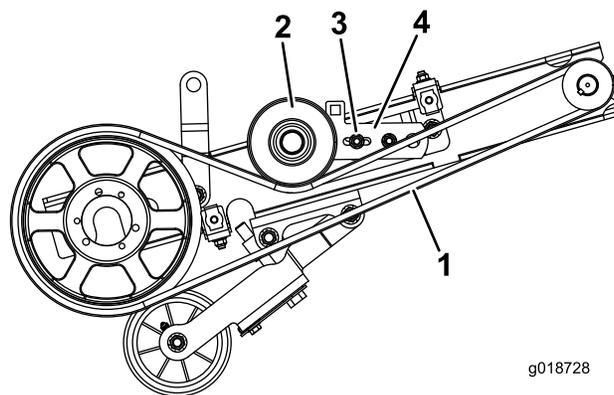

図 24
1. アイドラプーリのブラケットをテンション調整ブラケットに固定しているナットとボルトブラケットのスロットに入っているボルトを外す 図 24。
4. 下部ベルトガードとリール駆動ベルトを外す 図 24。